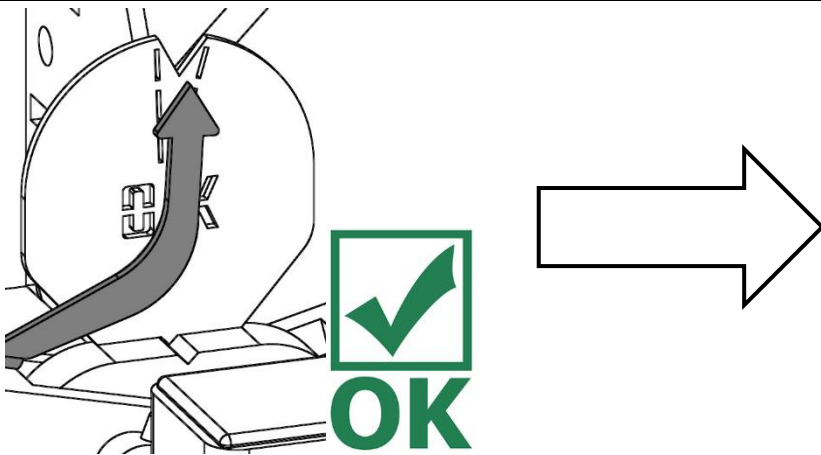

Bild 1
- Om visaren befinner sig mitt i skåran när gripgodset är upplyft är gripområdet optimalt inställt (bild 1).